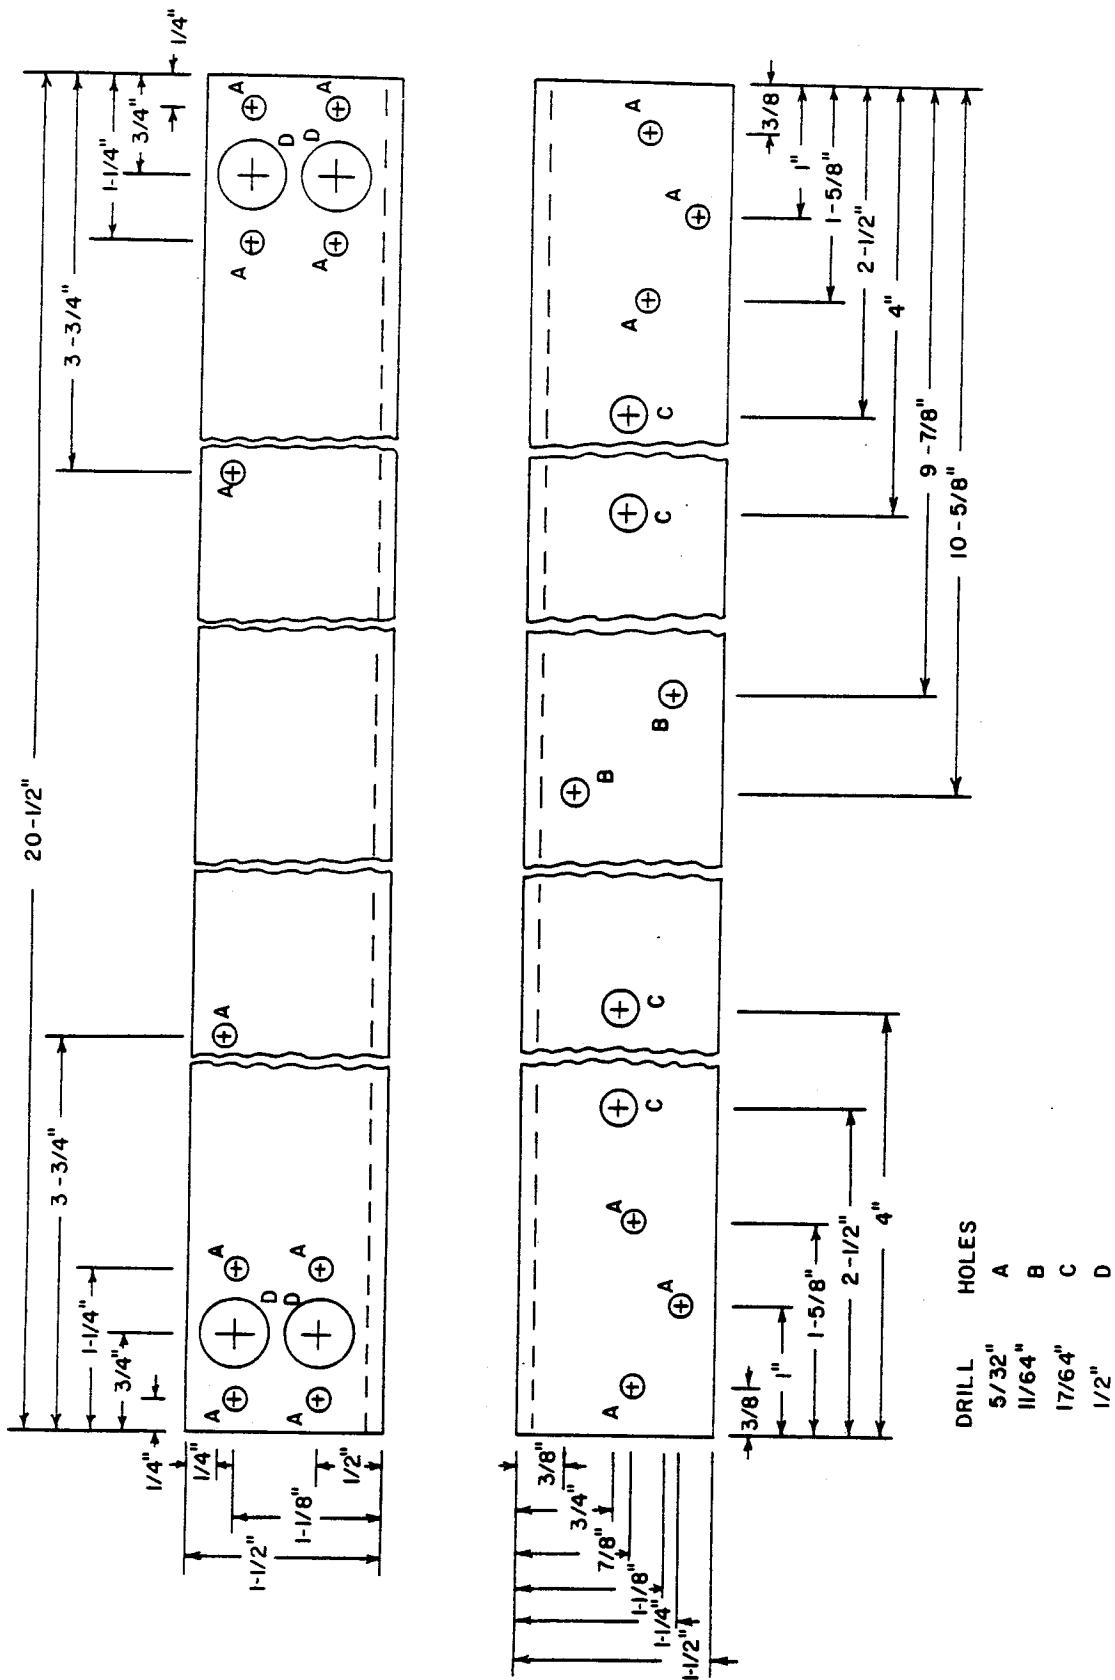

Figure 3-6
- (2) - Side Arms (Figure 3-6)